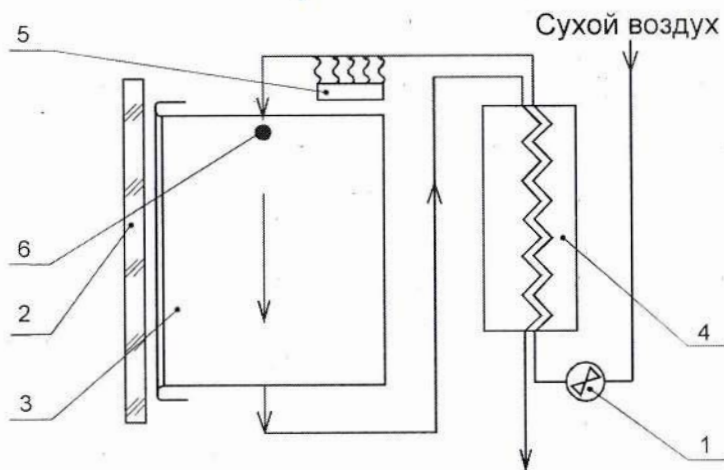

Рис. 3 Тепловая схема сушильного шкафа
5.1.3. Тепловая схема шкафа (рис.3.) включает в себя следующие элементы: блок вентиляторов, блок нагревателей, рекуперативный теплообменник, датчик температуры.
Изделие имеет оригинальную тепловую схему (рис. 3.). Воздух из помещения засасывается в шкаф в верхней области задней стенки и поступает в рекуперативный теплообменник. В теплообменнике осуществляется переток теплоты от обратного потока влажного воздуха к